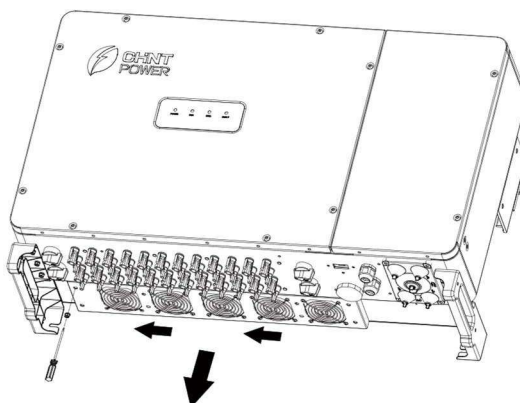

Fig. 7-1 Remova a bandeja do ventilador e o ventilador
1. Use uma chave de fenda Phillips nº 2 para remover os 4 parafusos que fixam a bandeja do ventilador, conforme mostrado na Fig. 7-1.